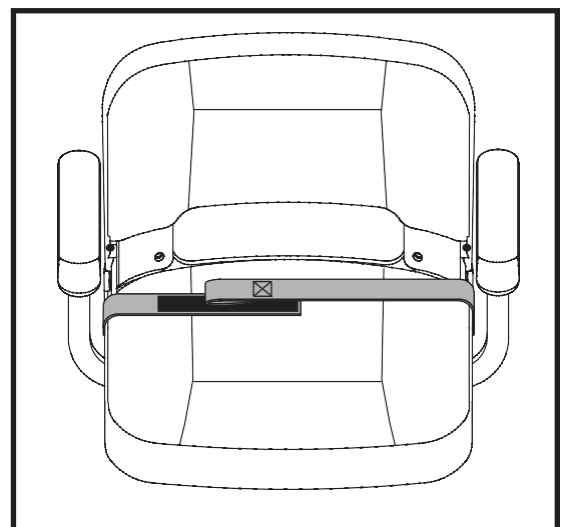

Abbildung 30. Klettverschluss
1. Richten Sie die beiden Seiten des Gurtes so aus, dass die Seite des Klettverschlusses mit den Maschen, direkt über der Seite des Klettverschlusses mit den Häkchen liegt. Drücken Sie beide Gurteile zusammen um den Gurt zu befestigen. **Siehe Abbildung 30.**